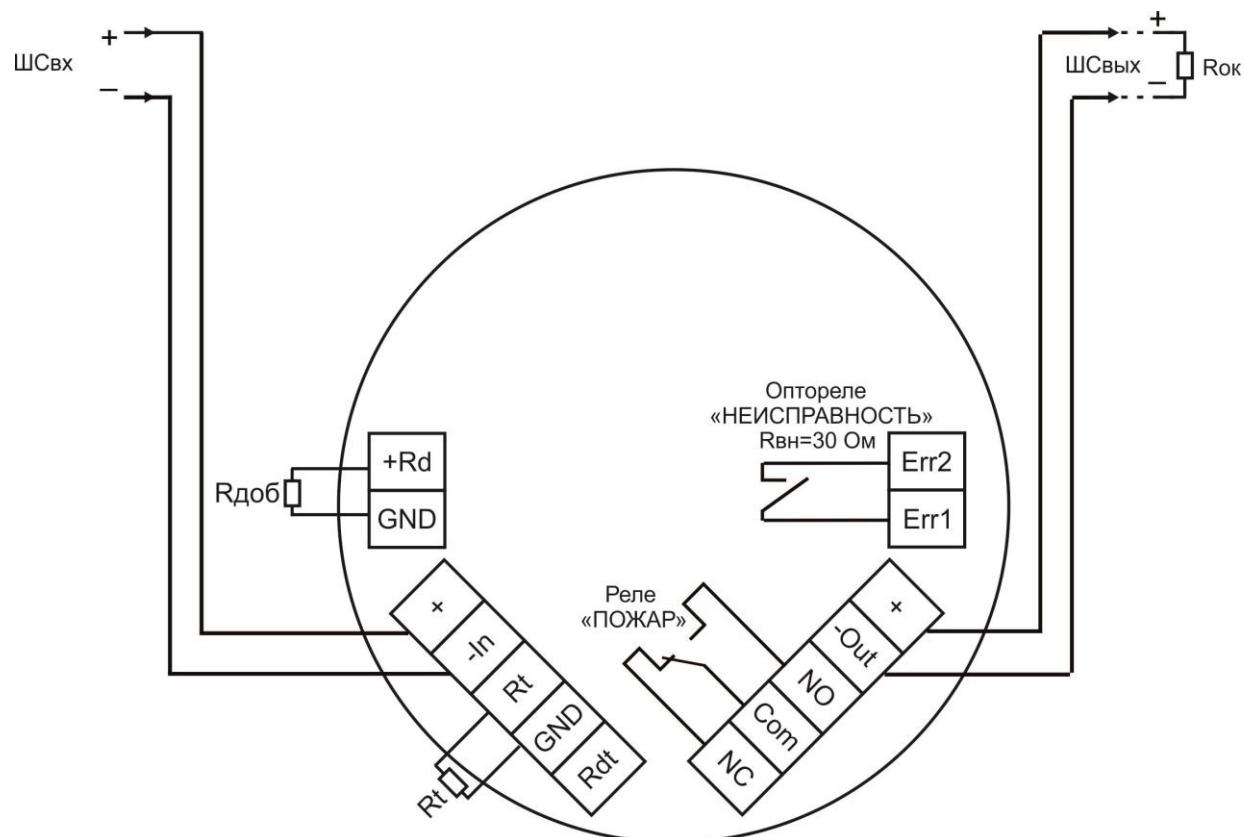

Рисунок 5 – 2-х проводная схема подключения
Все внешние провода подводятся к извещателю через внутреннее клеммное отделение, являющееся составной частью извещателя. Используются нажимные клеммы Wago для проводов сечением от 0,08 мм^2 до 2,5 мм^2 . Подключение извещателя осуществляется по 2-х или по 4-х проводной линии связи в соответствии с рис. 5 - 7 настоящего РЭ.
- осуществить монтаж соединительного кабеля в кабельном вводе и соединить проводники в соответствии со схемой подключения к ППК, рис. 5 - 7.